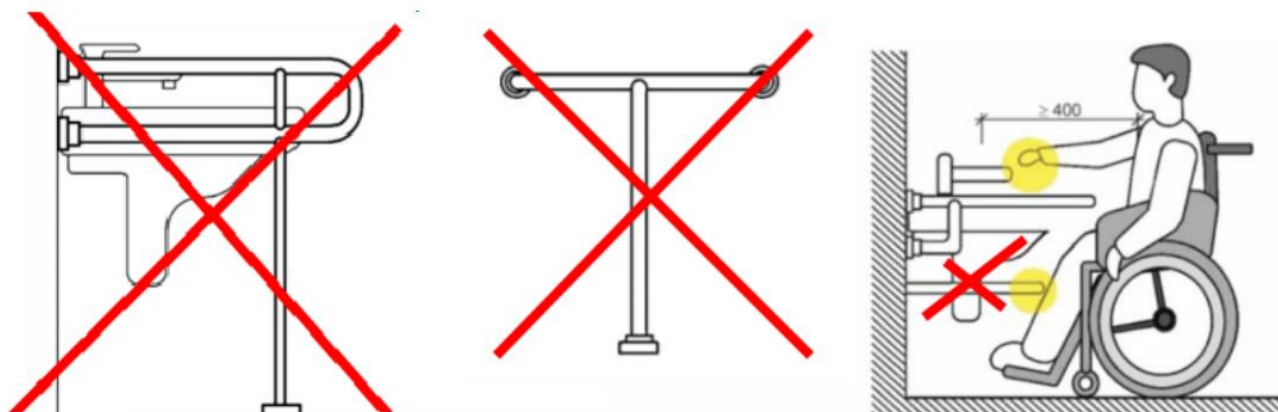

Рисунок 7.4.4. Раковина с вертикальным настенным поручнем
- Использование поручней вокруг раковины, имеющих перекладины и опоры по переднему краю раковины, недопустимо, т.к. они мешают подъезду кресла-коляски (рис. 7.4.4.)